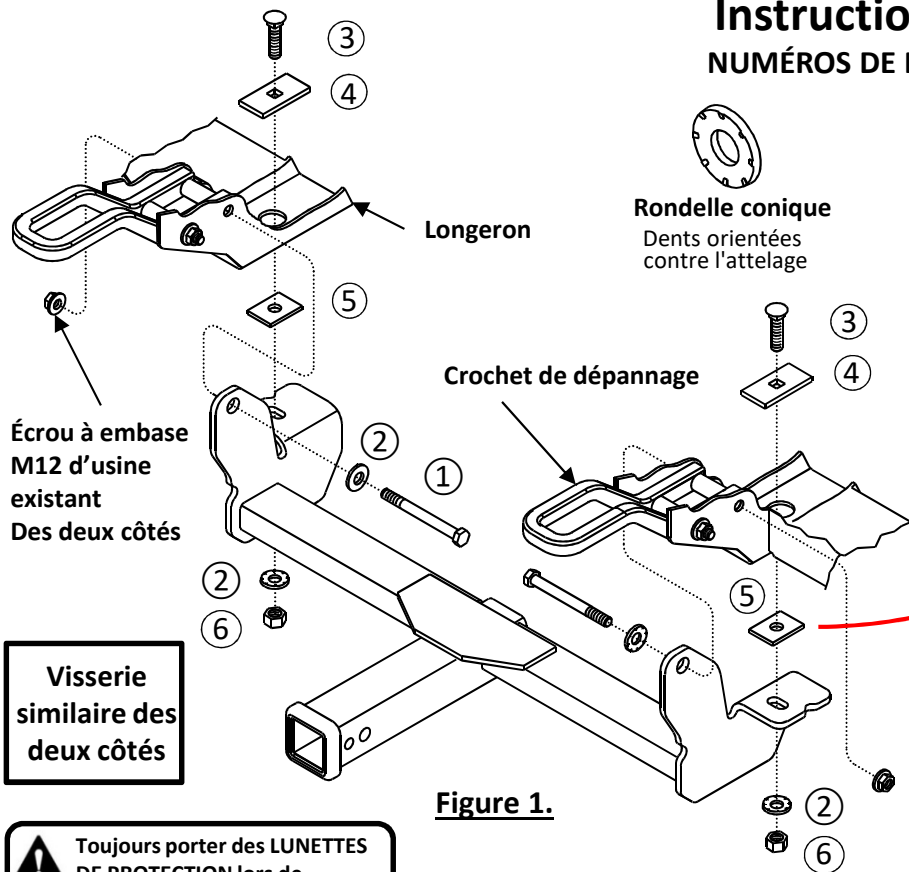

Figure 1.
- Retirer les boulons M12** – À l'aide d'une douille de 18 mm et d'une clé à embout de 18 mm, retirez les boulons M12 arrière et les écrous à embase fixant les crochets de dépannage; (1) de chaque côté. **Ne retirez pas** les boulons avant fixant les crochets de dépannage. Remettez les (2) boulons M12 au propriétaire du véhicule. Conservez les (2) écrous à embase M12 à utiliser pour l'installation de l'attelage. **Voir la figure 1.**
1. **Retirer les boulons M12** – à l'aide d'une douille de 18 mm et d'une clé à embout de 18 mm, retirez les boulons M12 arrière et les écrous à embase fixant les crochets de dépannage;(1) de chaque côté. **Ne retirez pas** les boulons avant fixant les crochets de dépannage. Remettez les (2) boulons M12 au propriétaire du véhicule. Conservez les (2) écrous à embase M12 à utiliser pour l'installation de l'attelage. **Voir la figure 1.**